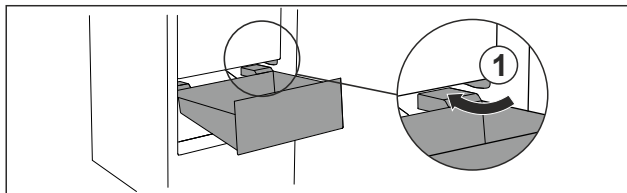

Fig. 26
- ▶ Poprowadzić szufladę ukośnie wokół stoperów Fig. 26 (1).